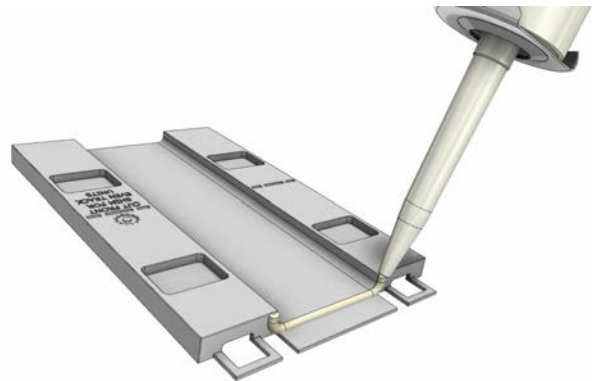

Fig S2
- Aplique una delgada capa de sellador de silicona en la parte posterior de la extensión de la cuña (Fig. S2)